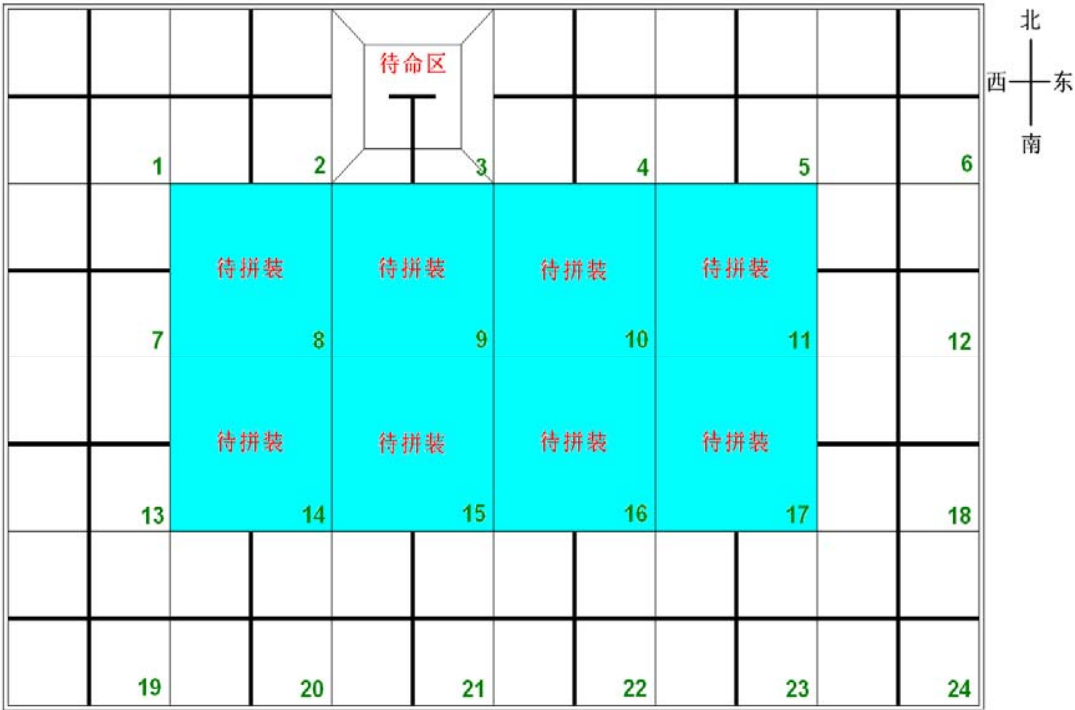
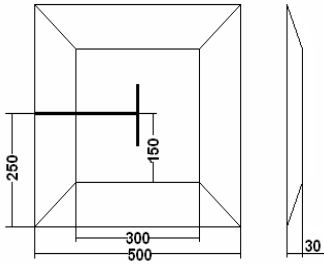

图1 比赛场地示意图
图2 锥台尺寸 (mm)
场地图纸	 图 1 比赛场地示意图
出发区	 图2 机器人出发区示意图
场地标识	1. 出发区：如图2所示，圆的直径320毫米，线宽20毫米，出发时机器人的所有部位必须在出发区内； 2. 物料摆放点： 物料摆放点包括两部分，其中第一部分物料存储区位于内圆与搬运辅助线的交点上，从左到右依次用黑色字体标识为A、B、C、D、E； 第二部分物料存储区F、G的位置如图1所示，由5个与物料直径相同的小圆构成环形物料存储区，依次用白色字体标识为A、B、C、D、E。 3. 物料目标区：位于以场地中心为圆心、半径为780毫米的同心圆环上，如图1所示，同心圆轮廓线颜色为 50%灰度，线宽为2毫米，从圆环（物料目标区）中心向外，半径分别为30毫米、46毫米、62毫米、78毫米、94毫米、110毫米、126毫米、142毫米、158毫米、174毫米，分值标识分别为 10、9、8、7、6、5、4、3、2、1，字体高度 10毫米，宋体，加粗（除了黑色中心圆10字样为白色外），其中5个中心圆从左到右依次填充为绿色、白色、红色、黑色、蓝色； 4. 搬运辅助线： 场地中的黑色线均可作为循迹辅助线，其线宽为20毫米。机器人在分拣搬运过程中也可以不采用循迹方式； 5. 三基色标定柱：场地四角标识有①、②、③、④的位置，每个区域的半径为160毫米，如图1所示，标定柱的直径为50毫米、高度为90毫米、分为三等份，1号区域的标定柱三部分颜色从上至下颜色依次标识为红色、绿色和蓝色，2号区域的标定柱三部分颜色从上至下颜色依次标识为绿色、蓝色和红色，3号区域的标定柱三部分颜色从上至下颜色依次标识为蓝色、红色和绿色，4号区域的标定柱三部分颜色从上至下颜色依次标识为红色、蓝色和绿色，其制作材质和制作工艺和物料制作一致。
3.2.4 场上有一块长500mm、宽500mm刷白色亚光漆的锥台，是机器人的待命区，如图2所示。机器人要从待命区启动，完成任务后还要回到待命区。锥台上虽画有黑色引导线，但机器人可以从任何一边上下。